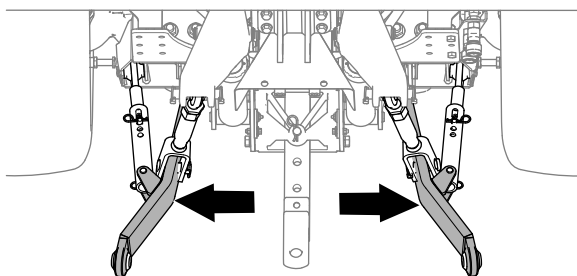

図 15
2. 下リンクアーム 図 15 を外側一杯に出すトラクションユニットのオペレーターズマニュアルを参照。